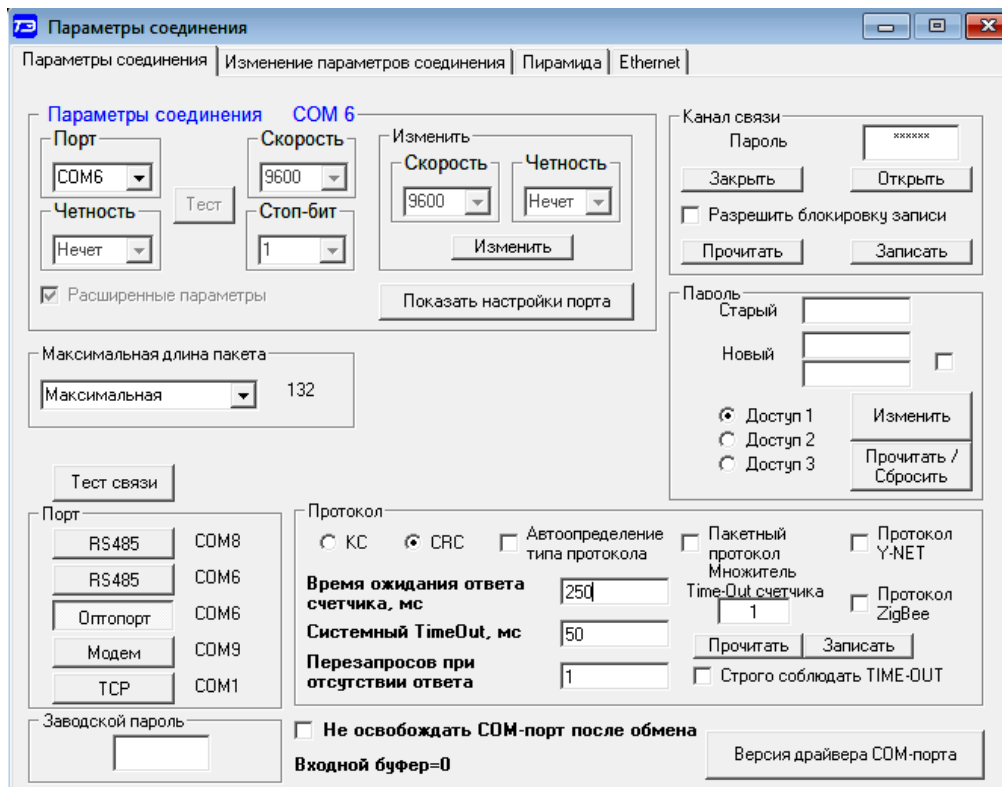

Рисунок 2 – Форма «Параметры соединения»
4.4.2 Нажать кнопку «Тест связи» на поле формы «Параметры соединения» (рисунок 2) и убедиться, что в информационной строке конфигуратора (левый нижний угол генеральной формы) появилось сообщение «Связь с прибором N установлена».
4.5.2 Для изменения настроек интерфейса RS-485 через интерфейс RS-485 счётчика нужно ввести значение скорости в окно «Скорость», значение бита паритета в окно «Четность» группы элементов «Параметры соединения»\«Изменить» формы «Параметры соединения» (рисунок 2) и нажать кнопку «Изменить». В случае успешной операции изменения скорости обмена, ее значение автоматически записывается в окна настройки скорости компьютера.
4.6.8 Если установлен программируемый флаг «Разрешить блокировку записи» при обращении с неверным паролем (рисунок 2) и в течение текущих суток было зафиксировано три попытки несанкционированного доступа, то возможность открытия канала связи со вторым уровнем доступа блокируется до конца календарных суток.
4.6.9 Если после открытия канала связи по любому интерфейсу связи к счётчику не было обращения более 60 секунд, то канал связи закрывается автоматически. Закрывать канал связи можно по команде «Закрывать канал связи» (рисунок 2).